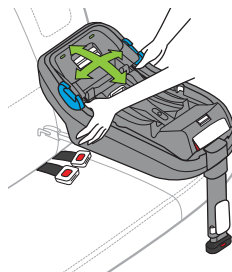

Figure 45
- Saisissez la base d'auto sur le dessus des connecteurs du DUA, tirez la base de l'avant vers l'arrière et de gauche à droite pour vous assurer que l'installation est sécuritaire, tel qu'illustré dans la **Figure 45**. Le système DUA DOIT rester serré et la base ne doit pas bouger de plus de 2,5 cm (1 po) dans n'importe quelle direction.